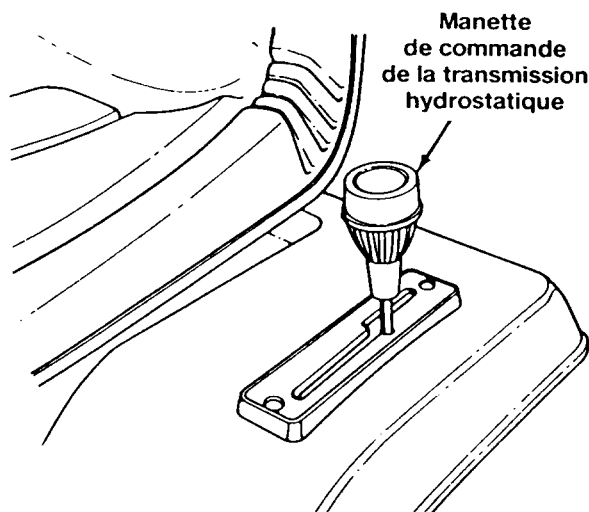

Figure 12
Elle est placée sur l'aile gauche du tracteur. Cette manette, reliée à la transmission hydrostatique, contrôle la vitesse et la direction de déplacement du tracteur. Elle permet un réglage infini de la vitesse avant ou arrière. Plus la manette est poussée vers l'avant ou vers l'arrière, plus le tracteur se déplace rapidement. La position du point mort (N) arrête le tracteur. Pour augmenter le couple (puissance de traction) des roues arrière, déplacez la manette vers la position du point mort (N). Le tracteur se comporte comme lorsque l'on passe à un rapport inférieur avec une transmission à engrenages. Voir la figure 12.